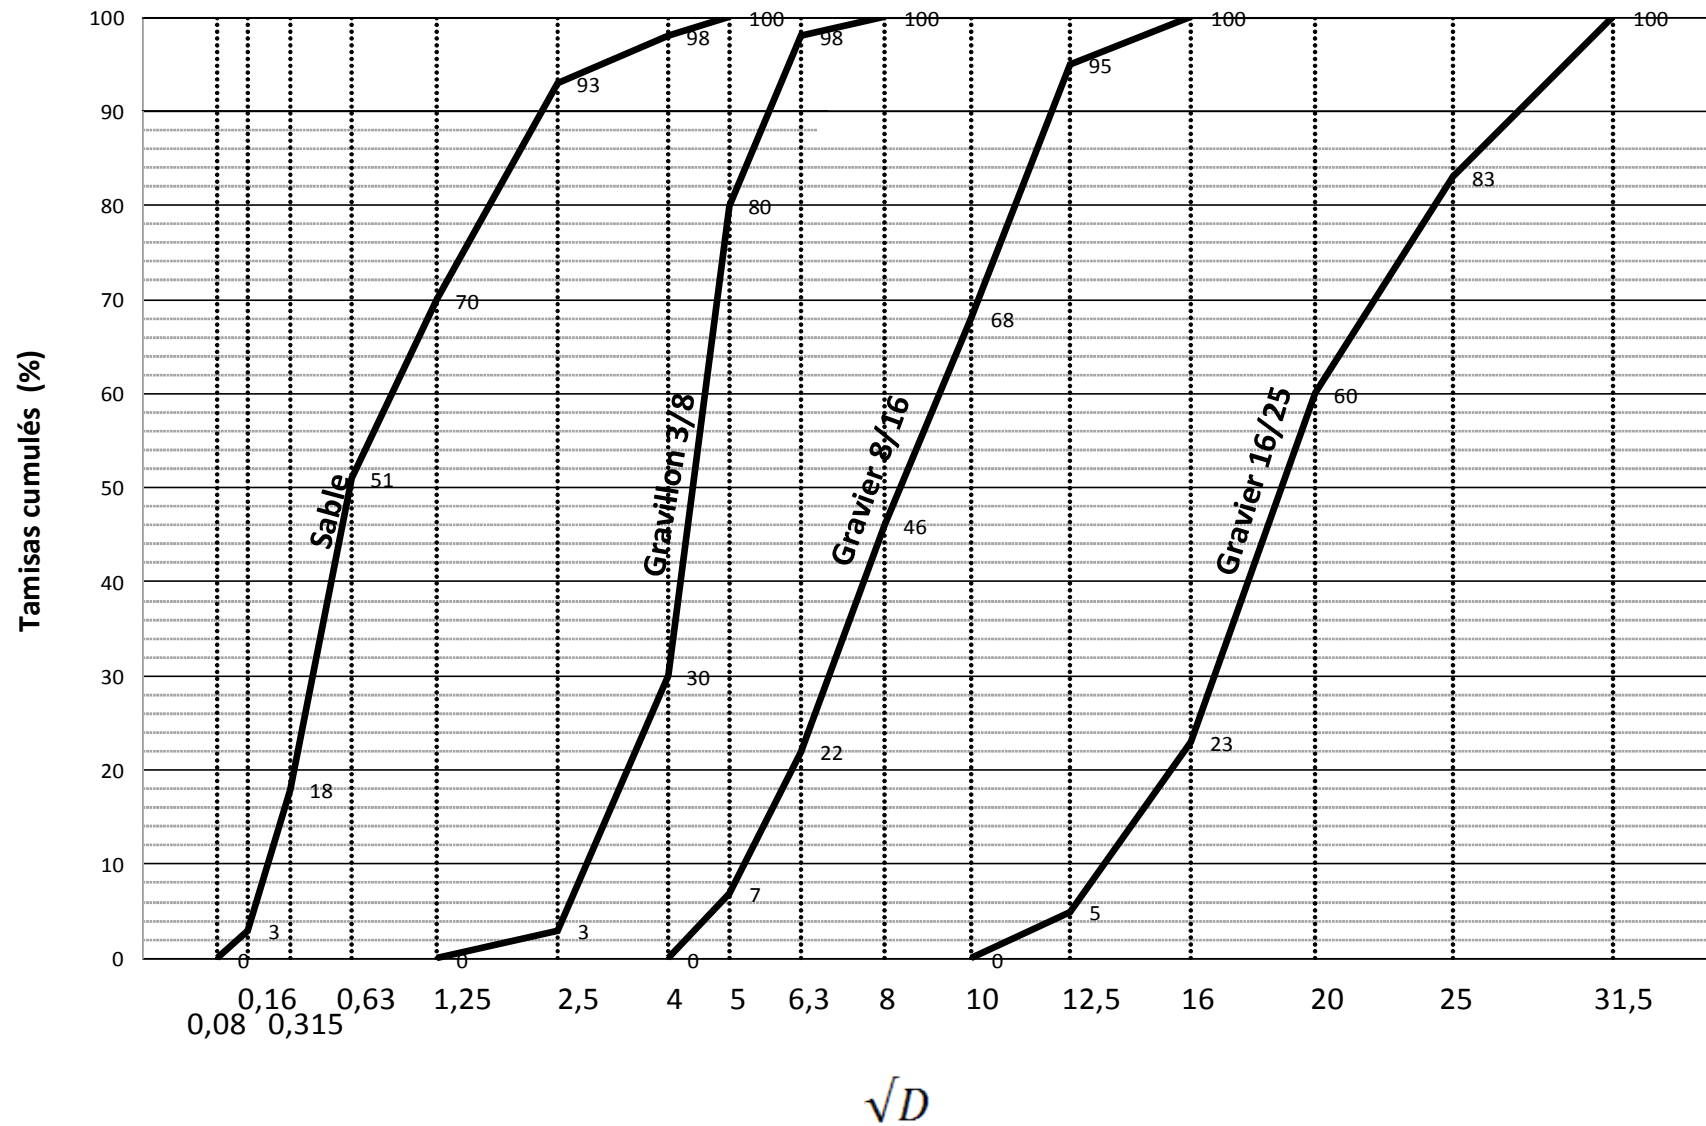

Figure 2 : Courbes granulométriques du sable et graviers.
- Des granulats de carrière de bonne qualité dont les caractéristiques physiques sont consignées dans le tableau qui suit. Les courbes granulométriques sont représentées dans la figure 2.
3. Déterminez graphiquement à partir de la figure 2, le pourcentage de chaque granulats. (3pts)
4. Déterminez la composition théorique, massique et volumique d'un (01) m^3 de béton. (3pts)
$$\sqrt{31,5} \longrightarrow 19,36 \text{ cm sur la figure 2}$$
3. Déterminez graphiquement à partir de la figure 2 le pourcentage de chaque granulat.